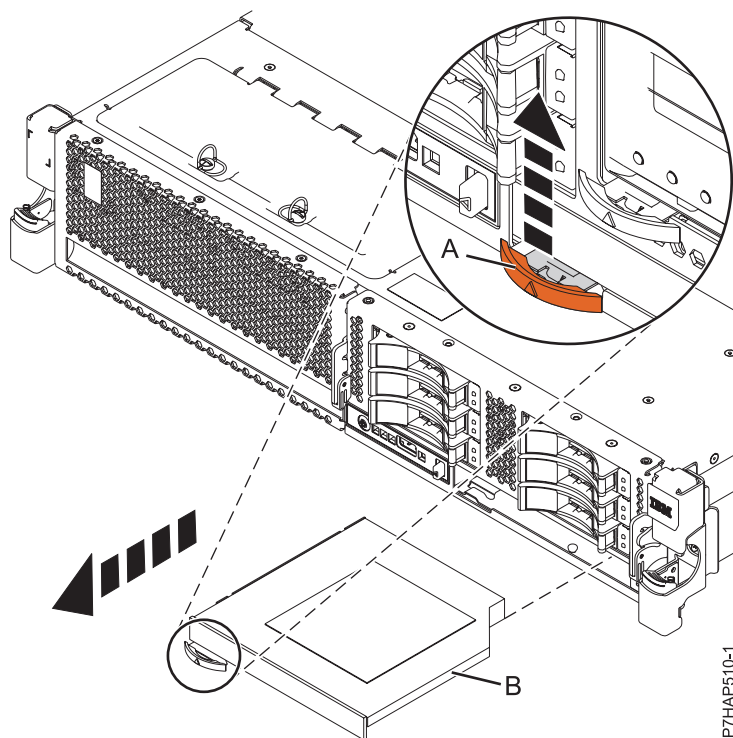

Figure 4. Retrait de l'unité de stockage extra-plate du fond de panier d'unité de disque
- Alignez les petits taquets dans les emplacements de l'unité de stockage **(B)** et insérez l'unité et le clip en même temps. Poussez ensuite le **(A)** jusqu'à ce qu'il soit fixé en place. Voir la figure 4 ou 5 en fonction de la configuration de votre système.